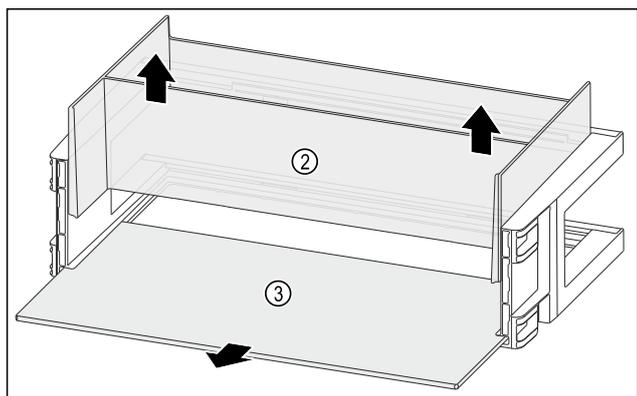

Fig. 111
- ▶ 朝上取出收纳盒 Fig. 111 (2)。
- ▶ 取出搁板 Fig. 111 (3)。